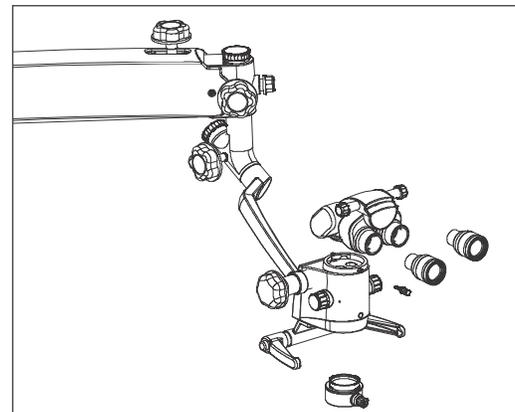

Fig. 6
7.5 Installer la tête binoculaire et les pièces oculaires dans le sélecteur de grossissements. Assurer la tête binoculaire avec le vis de blocage pour cette pièce. Voir Fig. 6.